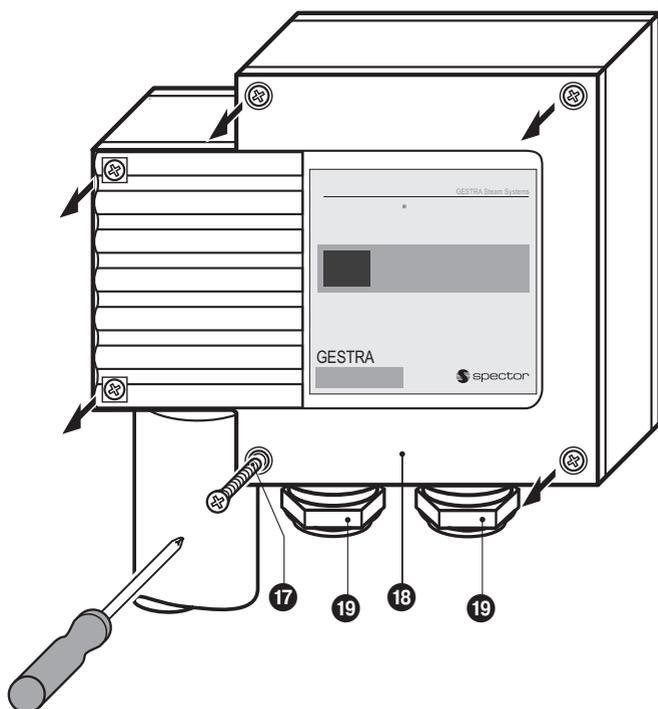

Fig. 6
1. Deckelschrauben 17 lösen, Gehäusedeckel 18 abnehmen. **Fig. 6**
1. Deckelschrauben 17 lösen und den Gehäusedeckel 18 abnehmen. **Fig. 6**
1. Deckelschrauben ⑰ lösen, Gehäusedeckel ⑱ abnehmen. **Fig. 6**